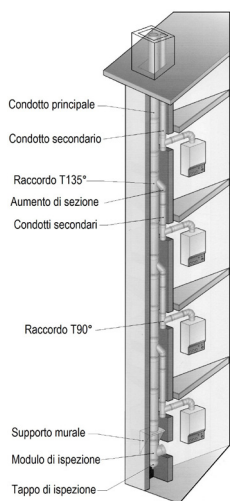
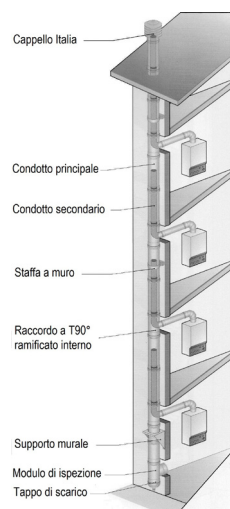

Fig.7A
Fig.7B
- Inserire ora il raccordo a T che permette di collegare il canale da fumo al camino: in funzione della tipologia dell'impianto prevista dal progettista, dovrà essere installato un raccordo a T 90 di tipo coassiale (**fig. 7b**) oppure inclinato a 45° (**Fig. 7a**).